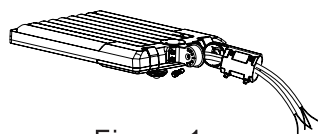

Figure 1
Étape 1 : Retirez les vis de montage du support sur le luminaire et faites passer les fils à travers le support. (Fig. 1)